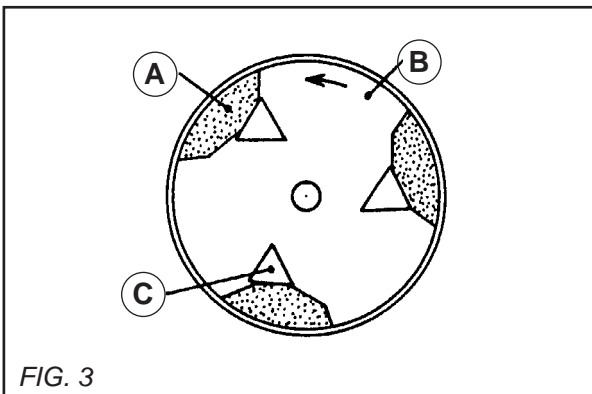

FIG. 3
- Placer le bloc magnésien (A) sur le plateau (B) de manière à présenter la partie angulaire du bloc entre la cale (C) et le bord du plateau. Encastrer le bloc en effectuant une pression tout en orientant la cale de façon que le bloc soit maintenu par la plus grande surface d'appui possible [VOIR FIG. 3].